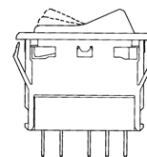

FIGURE 31 : COMMUTATEUR
3. Pour installer un nouveau commutateur, inverser la procédure (FIGURE 31).